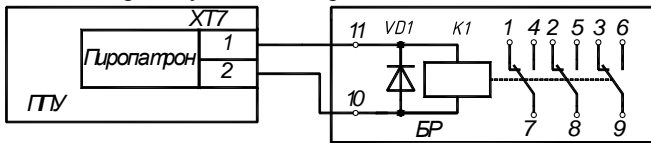

Рис.2.9. Схема подключения БР
- пропустить подключаемые кабели через обработанные заглушки, отверстия в корпусе и подключить согласно схемам на рис. 2.9 - 2.10.